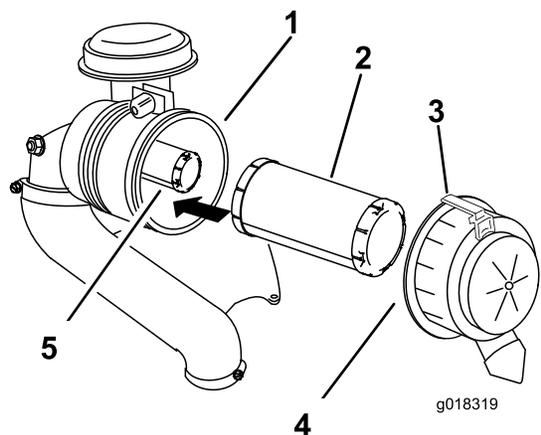

図 45
2. ラッチを引いて外し、カバーを左にひねってボディからはずす図 45。
3. エアクリーナハウジングから、エアクリーナのカバーを取り外す図 45。
5. 次フィルタをゆっくり引き抜くようにしてエア・クリーナのハウジングから外す図 45。
- 安全フィルタを交換する場合には、十分に注意しながら、フィルタのボディに挿入する図 45。
- 1次フィルタをゆっくり押し込むようにして安全フィルタの上から取り付ける図 45。
- 上下方向を確認し、**up**と書いてある方を上に向けてエアクリーナカバーを正しく取り付け、ラッチを掛ける図 45。